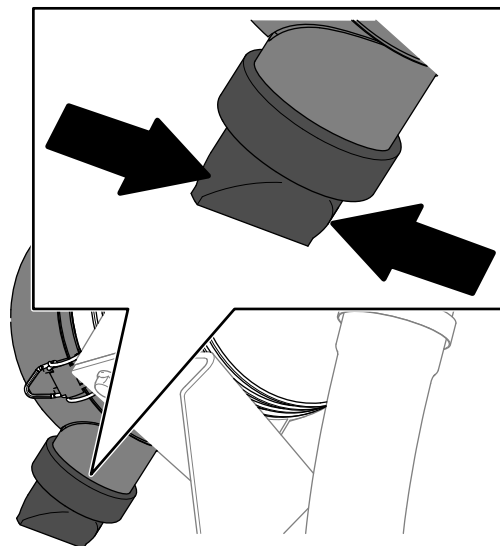

Figure 79
5. Pressez la valve d'éjection des poussières (Figure 79).